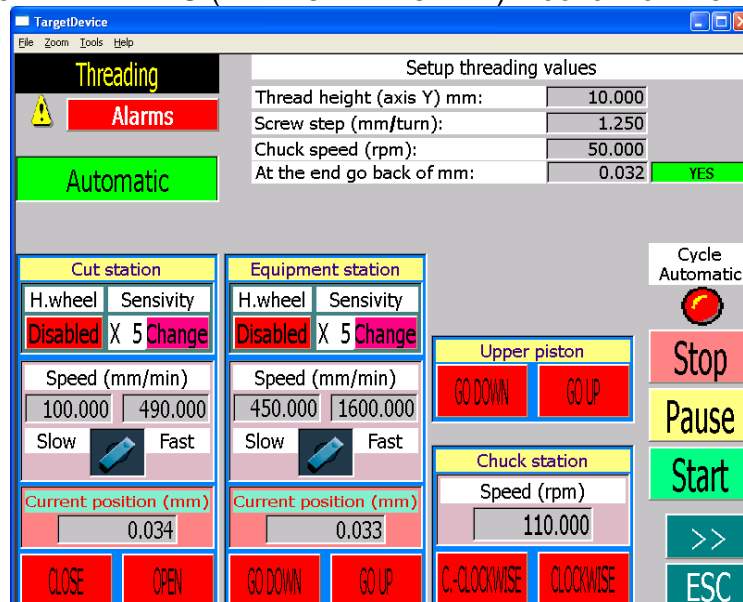

Рисунок 14
- 7.5. Установите значение высоты резьбы (приблизительно: высота гайки + 2 мм) в верхней правой части монитора (Рис. 14). Установите шаг резьбы и скорость вращения патрона. Вы также можете установить значение, на которое метчик будет подниматься после нарезки. Это значение должно быть немного выше, чем длина центрующего приспособления. Таким образом, вы сможете снять амортизатор без выбора каких-либо дополнительных программ.